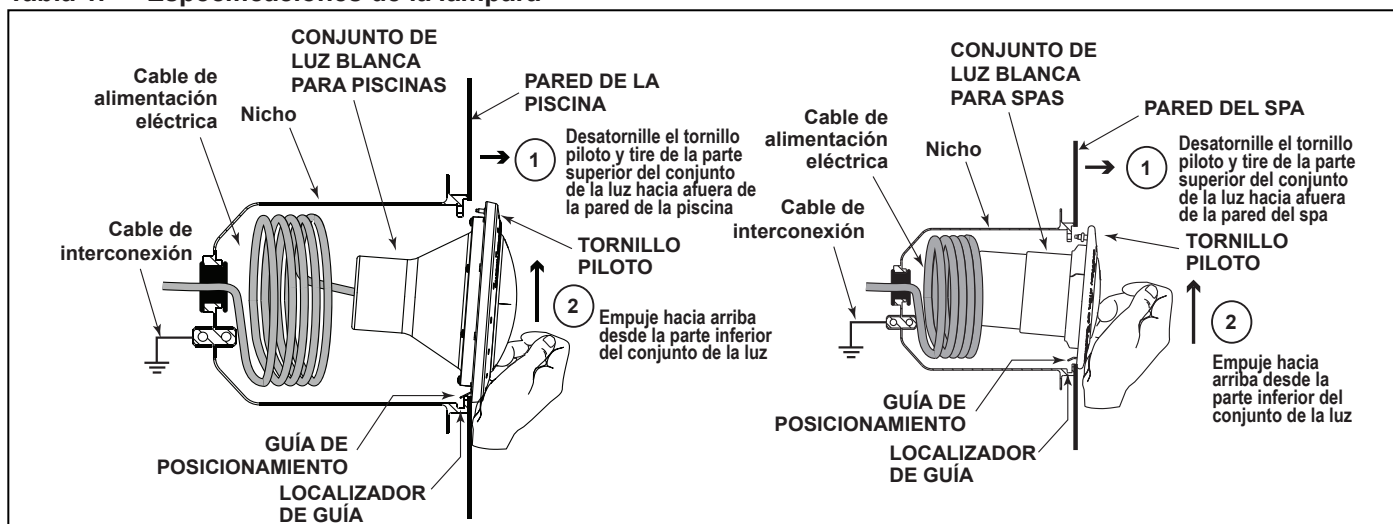

Figura 1. Extracción del conjunto de la luz blanca para piscinas y spas para reemplazar la lámpara
| Figura 1. Extracción del conjunto de la luz blanca para piscinas y spas para reemplazar la lámpara | 29 | Tabla 1. Especificaciones de la lámpara | 29 |
3. Para retirar el conjunto de la luz, desatornille el tornillo piloto especial en la parte superior del aro frontal, retire el conjunto de la luz del nicho y colóquelo cuidadosamente en el perímetro exterior de la piscina. No es necesario vaciar la piscina o el spa. Véase Figura 1.